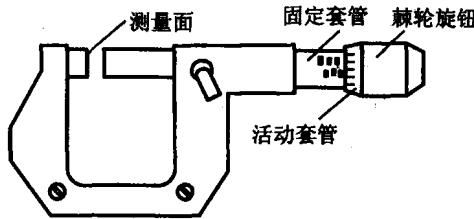

图 1-1-7 外径千分尺
(5) 外径千分尺。外径千分尺(见图 1-1-7)用于维修电动机时测量绕组导线的线径,使用方法如下: